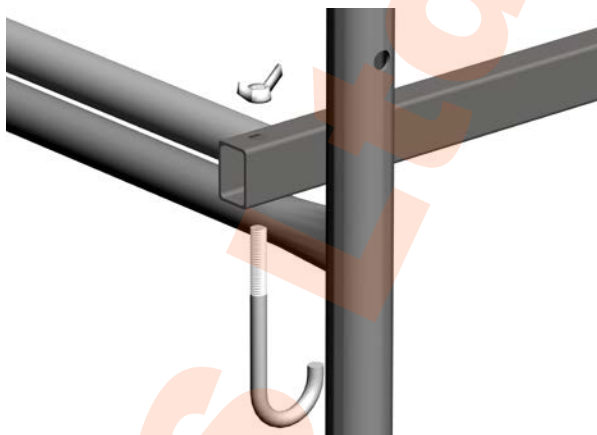

рис.3
4.3. Установить настил (4) на верхние перекладины лестниц и закрепить его при помощи J-болтов (рис.3).